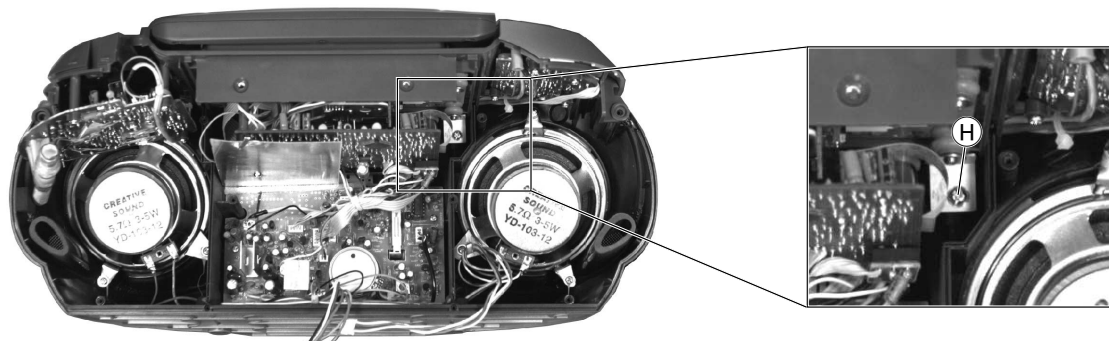

Fig. 5
- Schraube ④ herausdrehen (Fig. 5).
- Undo the screw ④ (Fig. 5).